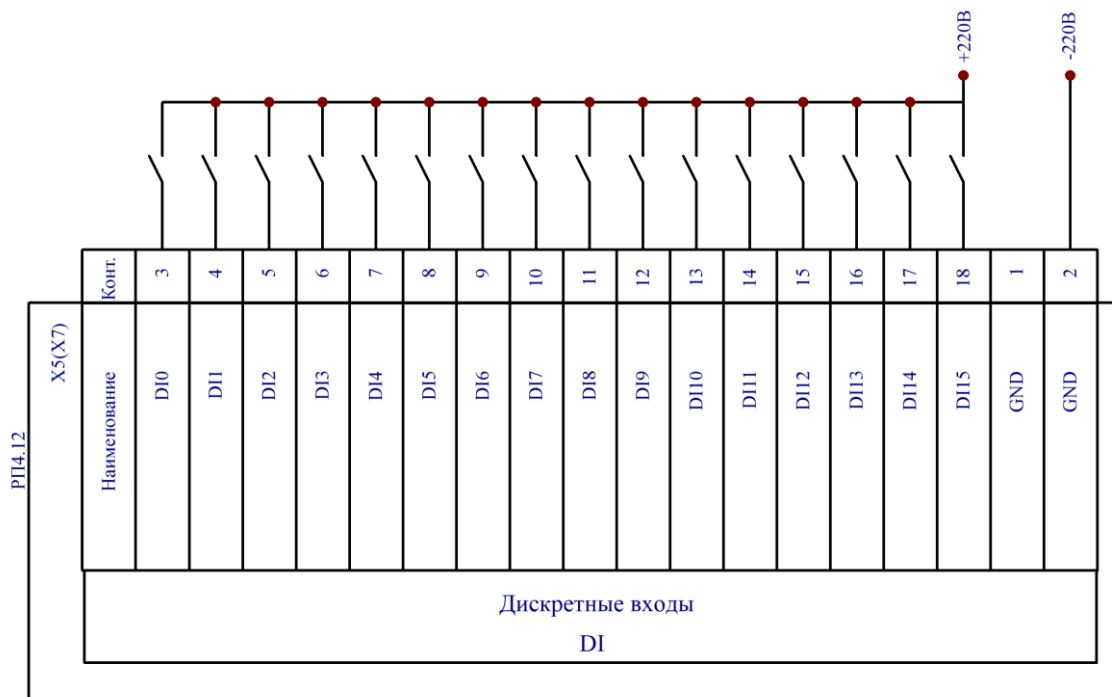

Рисунок 11 – Схема подключения дискретных сигналов
6.5.4 Общий контакт дискретных входов регистратора (контакты 1 и 2) необходимо подключить к отрицательному потенциалу того же источника постоянного тока, рисунок 11.